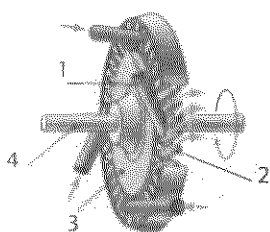
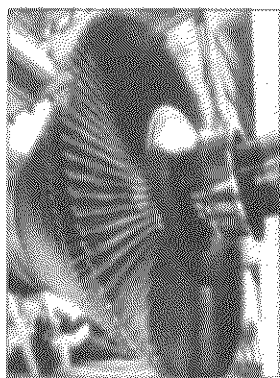

Рис. 43.2. Схема будови найпростішої парової турбіни:
Рис. 43.3. У сучасних турбінах для максимального використання енергії пари застосовують кілька дисків з лопатками, які насаджено на один спільний вал
Розглянемо принцип дії найпростішої парової турбіни (рис. 43.2). Струмінь пари, вихоплюючись із сопла (1), спрямовується на лопатки (2), що закріплено на диску (3), який, у свою чергу, нерухомо закріплений на валу (4) турбіни. Під дією пари диск турбіни, а отже, і вал обертаються, тобто пара виконує роботу (рис. 43.3).